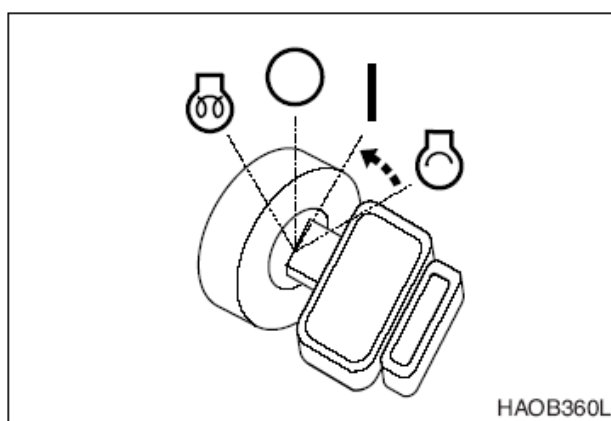

Рис. 5
5. После того, как двигатель запущен, отпустить ключ. Ключ вернется в положение " " (Включен), рис. 5.